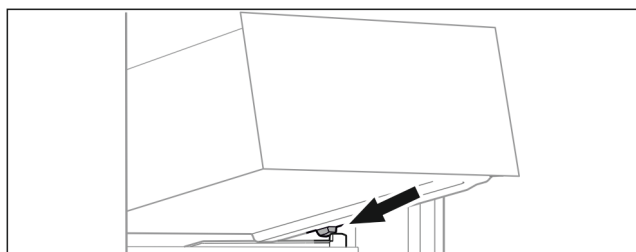

Fig. 29
- ▶ Nasadte zásuvku šikmo za zarážky na žebrování na nádobu. (viz Fig. 29)